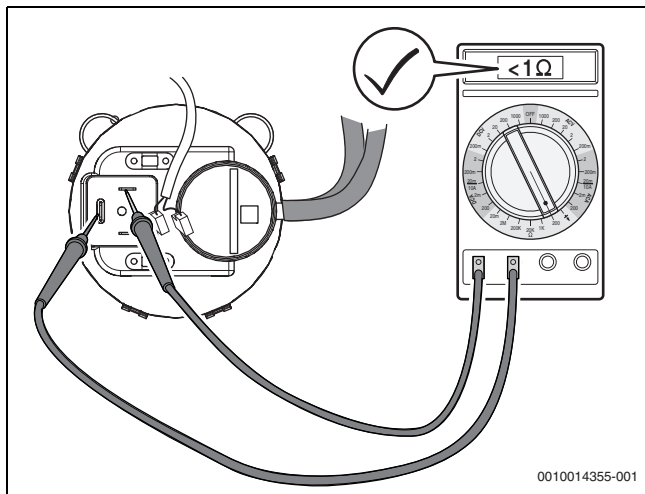
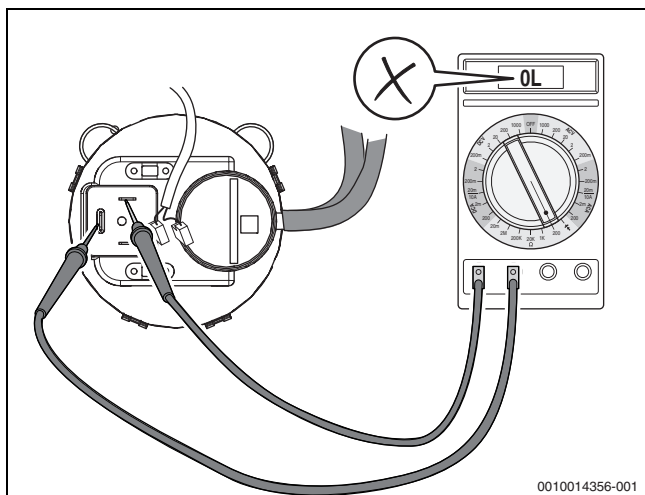

Bild 66 Differenzdruckwächter auf Durchgang prüfen (Differenzdruckwächter in Ordnung)
Bild 67 Differenzdruckwächter auf Durchgang prüfen (Differenzdruckwächter **nicht** in Ordnung)
- ▶ Elektrische Anschlussleitungen am Differenzdruckwächter abziehen und Widerstand an den Kontakten messen (→Bild 66). Wenn der gemessene Wert $< 1 \text{ Ohm}$ beträgt (oder Signalton, je nach Messgerät), ist der Differenzdruckwächter in Ordnung. Wenn kein Wert oder ein Widerstand $> 1 \text{ Ohm}$ angezeigt wird (→Bild 67), Differenzdruckwächter austauschen.